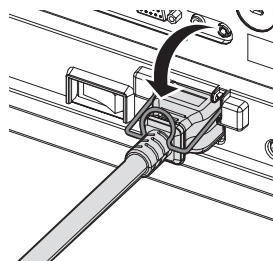

Fig. 3
- 3) Abaissez le support de cordon d'alimentation. (Fig. 3)